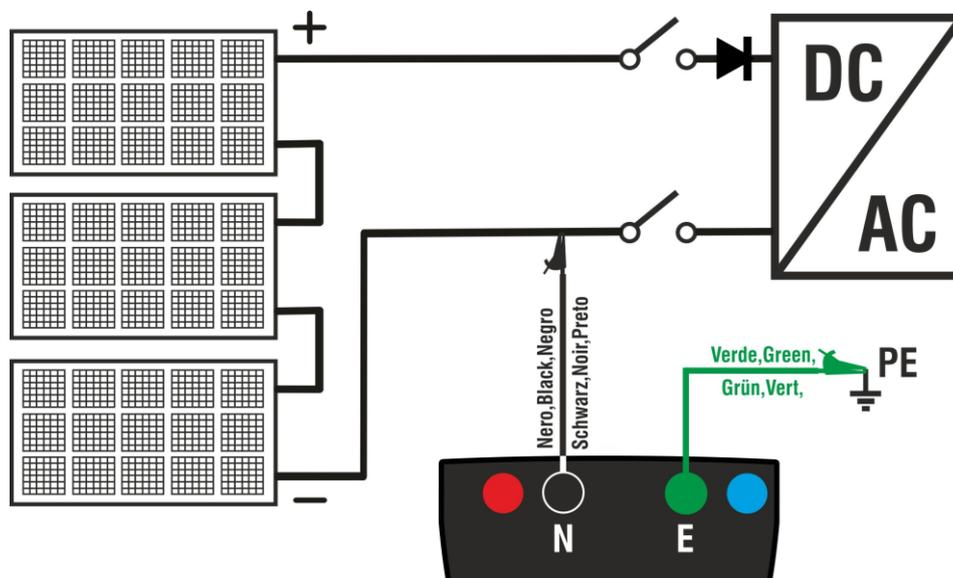

Fig. 7: Collegamento strumento per misura di isolamento in modo TMR
8. Collegare lo strumento alla stringa FV in prova come mostrato in Fig. 7. **La prova può essere eseguita anche su più stringhe in parallelo fra loro. Si ricorda che occorre sezionare anche eventuali scaricatori connessi ai cavi della stringa/stringhe e che è consigliabile eseguire la misura a monte di eventuali diodi di blocco**